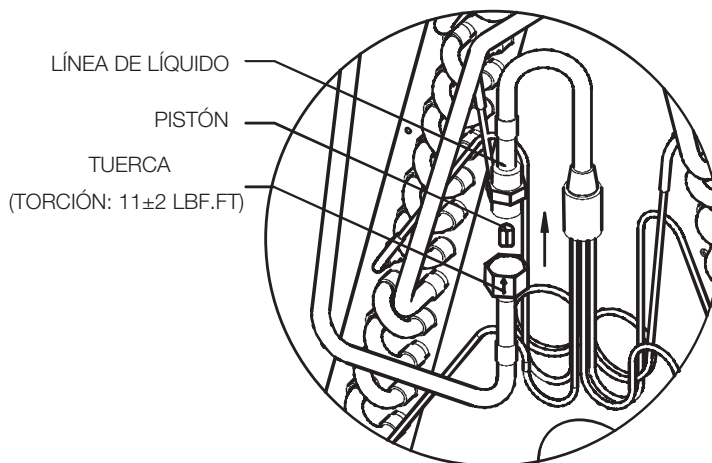

Fig.5 Cambio del pistón restrictor
4. Quite y reemplace el pistón que se muestra en Fig. 5.